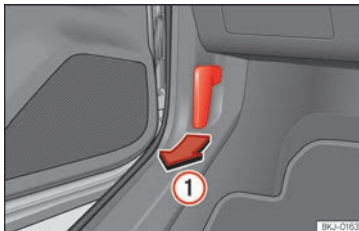

Abb. 177 Entriegelungshebel im Fahrerfußraum.
- Öffnen Sie die Tür und ziehen Sie an dem Hebel unterhalb der Schalttafel >>> **(Abb. 177) ①**.